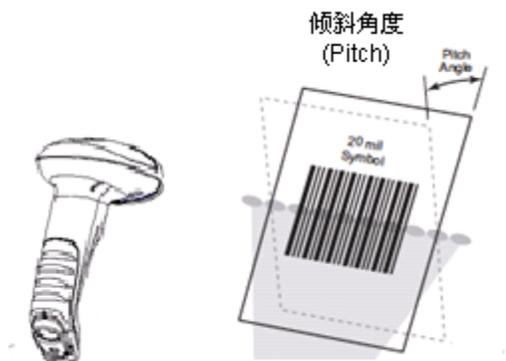

图 1-13
- ◇ 倾斜角度（Pitch）： $\pm 55^\circ$ ；测试条件为 0° 旋转角及 0° 偏转角（见图 1-13）。